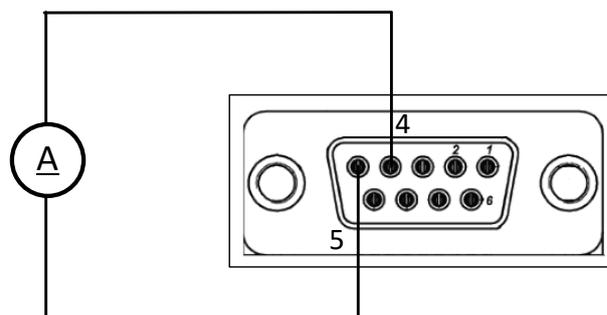

図8-7 IS420リモートアナログコントロールによる出力電流モニタリング IS420コネクタ配線
2. 図8-7に示すようにIS420コネクタの配線を行い、ACパワースイッチをONにしてください。